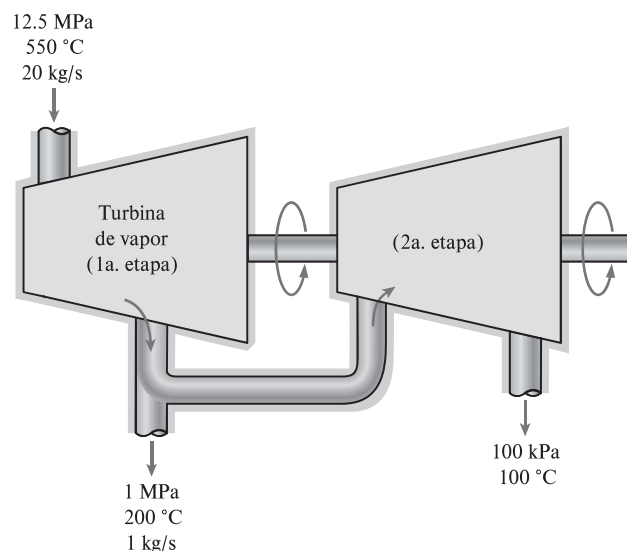

FIGURA P5-57
**5-57** Una parte de vapor de agua que circula a través de una turbina en ocasiones se extrae para usarlo como calefacción como se muestra en la figura P5-57. Considere una turbina de vapor adiabática donde el vapor de agua entra a 12.5 MPa y 550 °C a razón de 20 kg/s. Se extrae vapor de esta turbina a 1 000 kPa y 200 °C con un flujo másico de 1 kg/s. El vapor restante sale de la turbina a 100 kPa y 100 °C. Determine la potencia generada por la turbina.